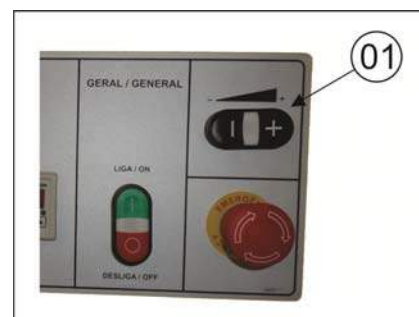

Fig. 30
A Coladeira de Borda IC-1000 possibilita a regulagem da velocidade de avanço através de dois botões localizados na porta, logo acima do botão de emergência, item 01 da fig. 30. Pressione o botão "+" para uma maior velocidade de avanço, ou pressione o botão "-" para diminuir a velocidade de avanço.